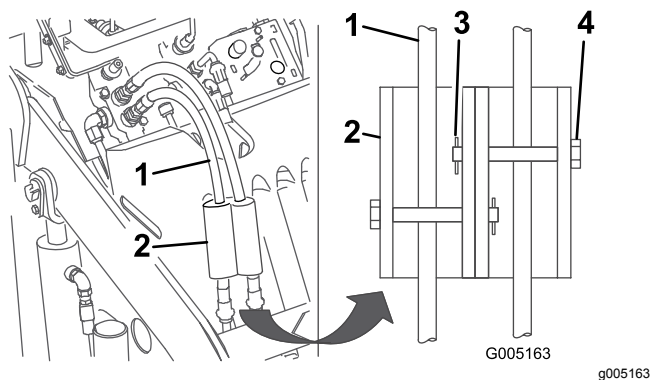

Рисунок 13
7. Поместите замки гидроцилиндров на шланги и закрепите их шплинтуемыми штифтами и шплинтами (Рисунок 13).